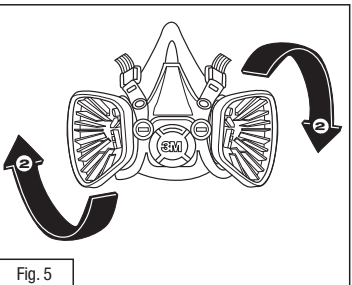

Fig. 5
- Faire tourner l'adaptateur de un quart de tour dans le sens des aiguilles d'une montre jusqu'à ce qu'il s'arrête. Pour retirer l'adaptateur, le tourner de un quart de tour dans le sens contraire des aiguilles d'une montre (Fig. 5).
- Gire el adaptador 1/4 de vuelta en sentido de las manecillas del reloj hasta que se detenga. Para quitar el adaptador, gire en sentido contrario a las manecillas del reloj, un cuarto de vuelta (Fig. 5).